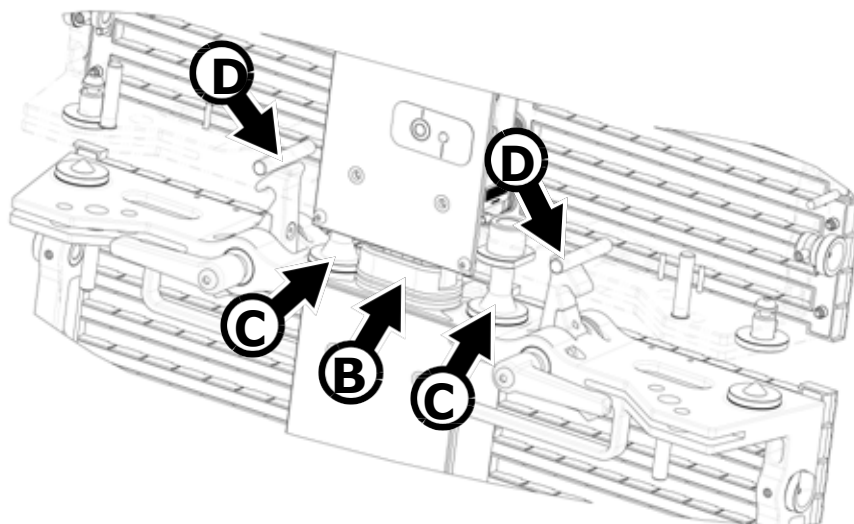

Рисунок 10: Крюки соприкасаются со штырями блокировки (вид в разрезе)
3. См. рисунок 10. Поднять устанавливаемый экран к контактному блоку или вышележащему экрану, так чтобы разъемы электропитания и передачи данных **B** и направляющие стойки **C** совместились и скрепились, и запирающие крюки на экране соприкоснулись со штырями блокировки **D** в контактном блоке или экране сверху.
Входные и проходные разъемы электропитания встроены в экран серии ЕС и скрепляются друг с другом автоматически при создании рядов экранов (см. Рисунок 10 на стр. 13).